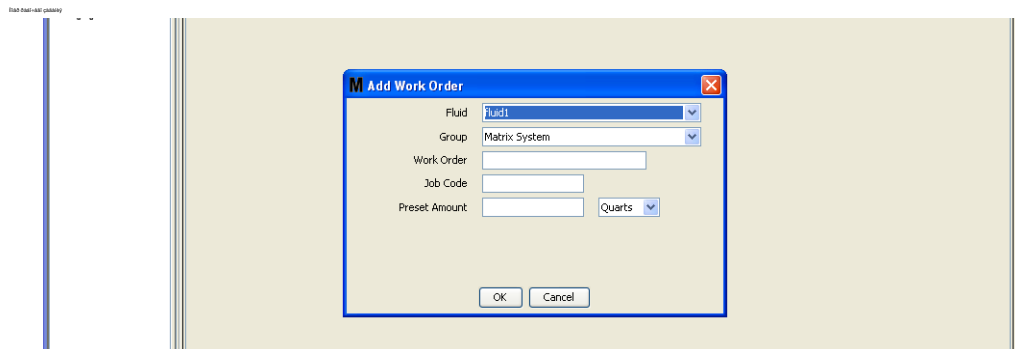

Рис. 116
4. Появится окно «Add Work Order» [Добавить рабочее задание] (Рис. 116).